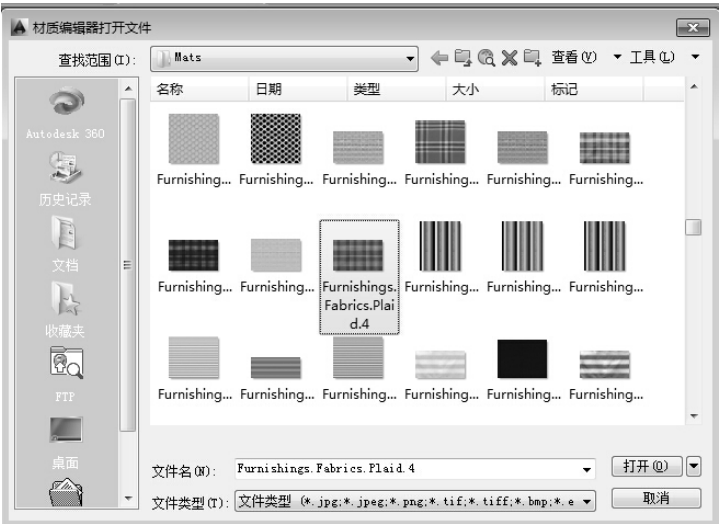

图 7-83 “选择材质”对话框
(3) 在打开的“材质编辑器”对话框中，在图像右侧的空白处单击鼠标左键，在“材质编辑器”打开文件中选择一种材质，设置漫射贴图，如图 7-83 所示。
(4) 选择绘图区中的所有图形，为其赋予合适的材质。